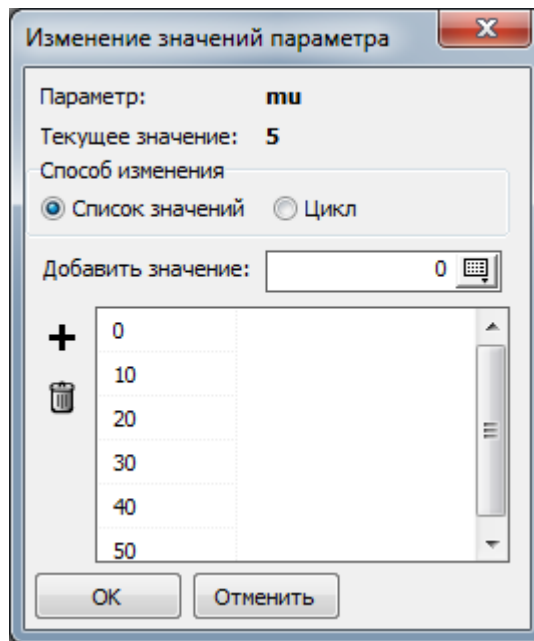

Рис. 2.5. Окно настройки значений параметра
2. В появившемся окне настройки значений параметра введите значения от **0** (система без демпфирования) до **100** Нс/м (критическая величина коэффициента диссипации, см. gs UM.pdf) включительно с шагом 10 Нс/м (см. рис. 2.5).